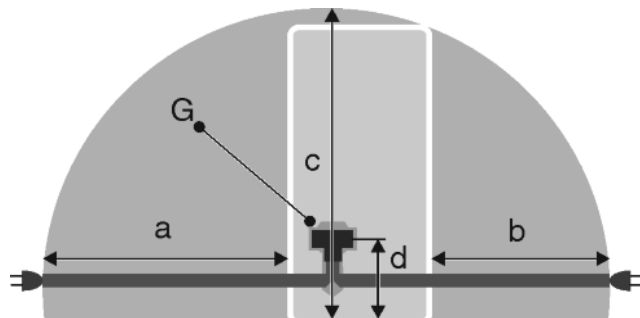

Fig. 28
- A konnektor a készülék hátoldali területén kívül helyezkedik el a megadott tartományban. Fig. 28 (a, b, c)
- ▶ Dugja be a csatlakozót Fig. 28 (G) a készülék hátoldalába. Figyeljen a megfelelő bekattanásra.